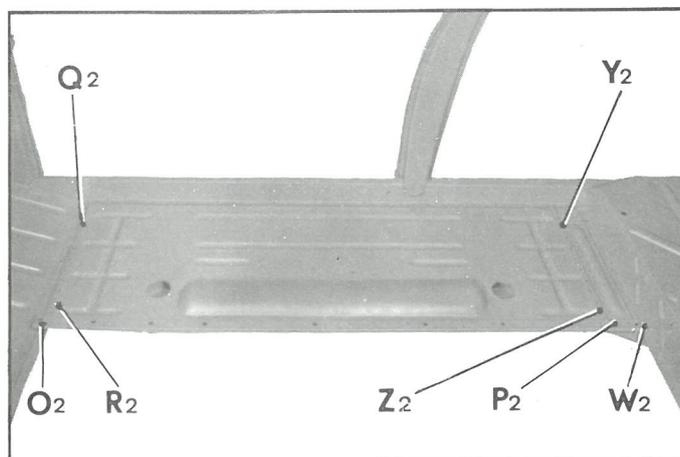

Fig. 16
- en Q₂ R₂ (fig. 16)
- en O₂ (fig. 16)
- en Y₂ Z₂ (fig. 16)
- en W₂ P₂ (fig. 16)